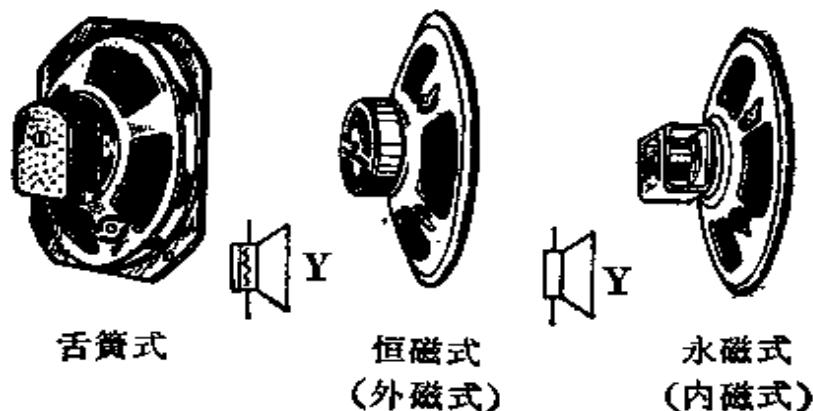

图 5-4
2. 喇叭 作用和耳机同，能把音频电流转变成声音。收音机常用的喇叭有舌簧式和动圈式两种。动圈式又分为永磁式和恒磁式。它们的实物外形和符号见图 5-4。舌簧式喇叭灵敏度较高，但音质较差；动圈式喇叭灵敏度稍低，但音质较好。